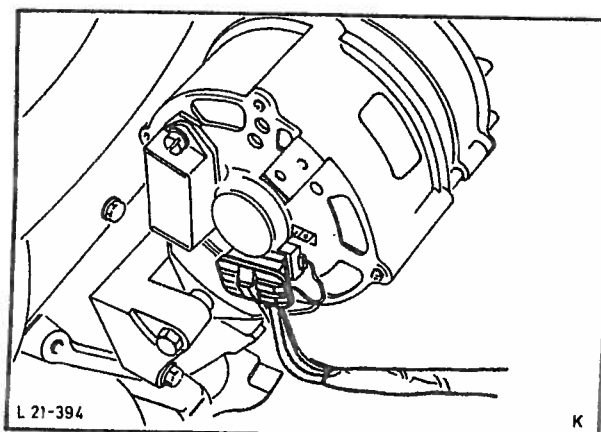

Fig. 29 Vekselstrømsdynamoens ledninger.
28. Kople ledningene til vekselstrømsdynamoen, fig. 29, til temperatursenderenheten, til oljetrykksbryteren, til glødepluggene, til viltekoplingen, til motorens stoppbryter samt motorens godskabel.